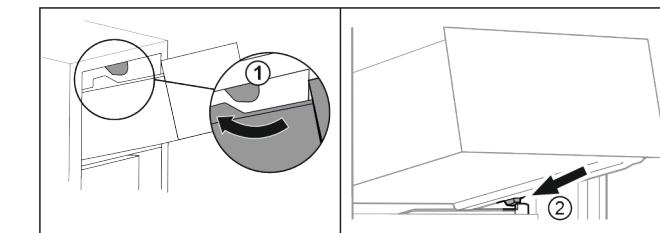

Fig. 21
- Prevedte zásuvku okolo horných zarážok Fig. 21 (1).
- Nasadte zásuvku šikmo za dolnými zarážkami na rebro nádoby Fig. 21 (2).